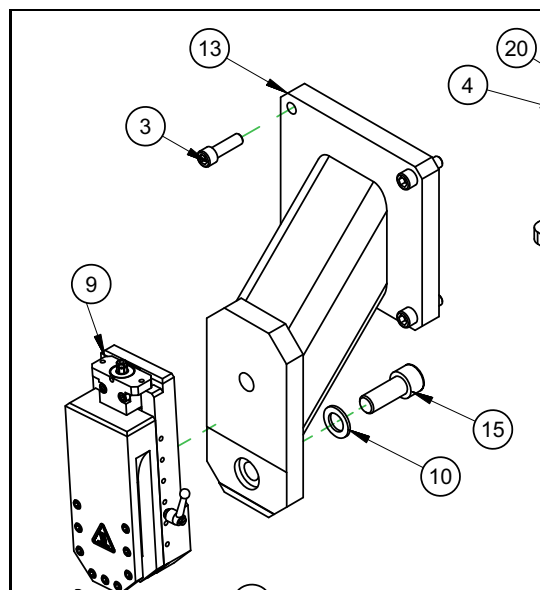

Рис. 4-39. ПЕРЕХОДНИК СБОРНОГО УЗЛА ГОЛОВКИ ИНСТРУМЕНТА
- Прикрепите сборный узел головки инструмента к переходнику (см. Рис. 4-39, который показан на рис. А-27 на стр. 146).